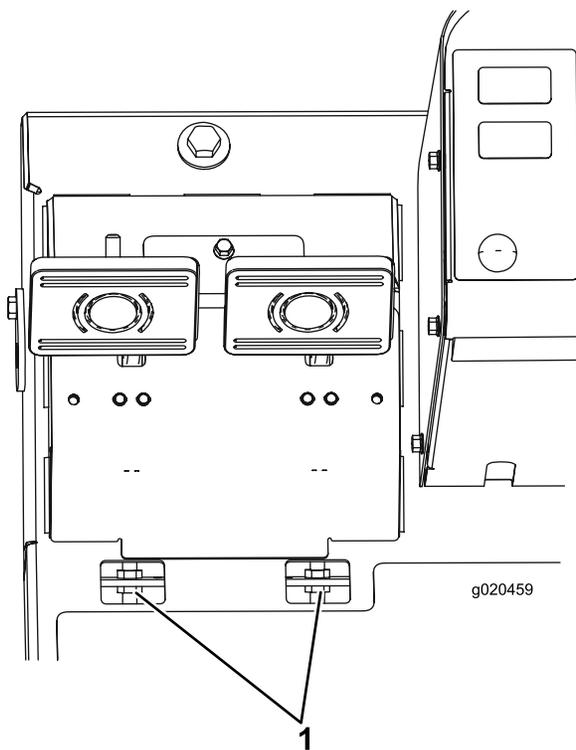

Bild 63
- Lockern Sie die vordere Mutter an der Gewindeseite des Bremszuges (Bild 63).